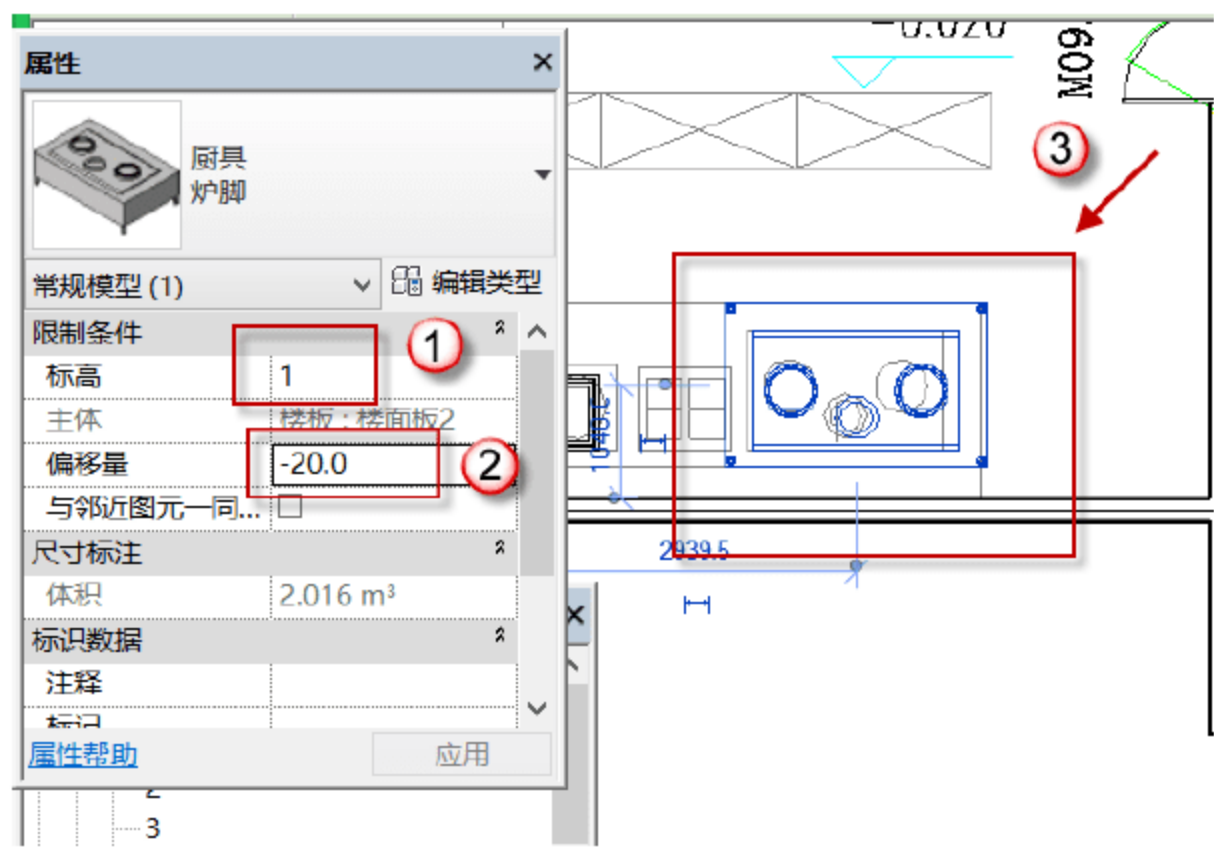
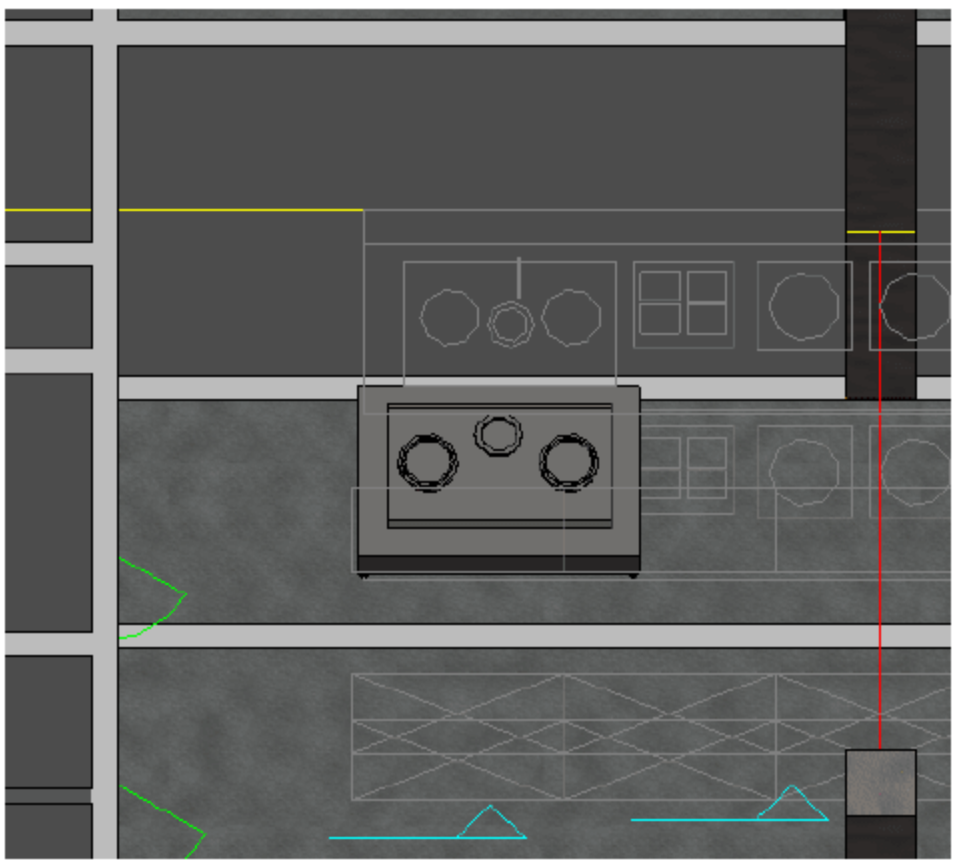

图 10.4.60 插入“厨具”
图 10.4.61 “厨具”三维视图
(2) 插入“厨具”。选择“建筑”→“构件”→“放置构建”→“厨具”，将标高设置为“1”层，偏移量为“-20”，将“放置后旋转”复选框选上，将光标移到“厨具”的中心，单击鼠标，“旋转角度”输入“180°”，这样就插入了“厨具”，如图 10.4.60 所示，三维视图如图 10.4.61 所示。重复上述步骤直接插入其他的厨具（插入的数量较少），这里不再赘述。